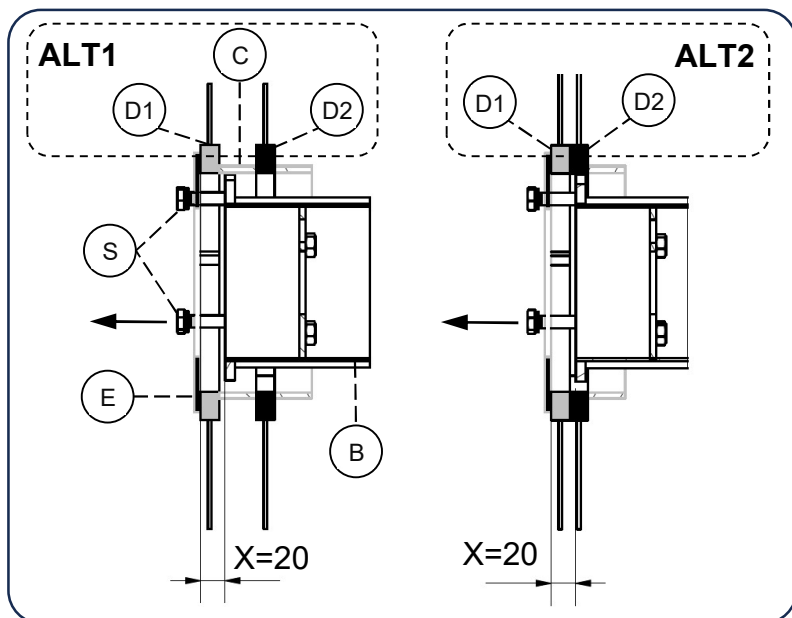

Bild.41
Steg 7, Bild.41: När sista lamellen (D1) är placerad kommer denna att sticka ut ca 20mm (X) utanför borsttrumman (B). Om avståndet (X) inte stämmer kan man montera en lamell (D2) utan distans enl. **ALT2**.